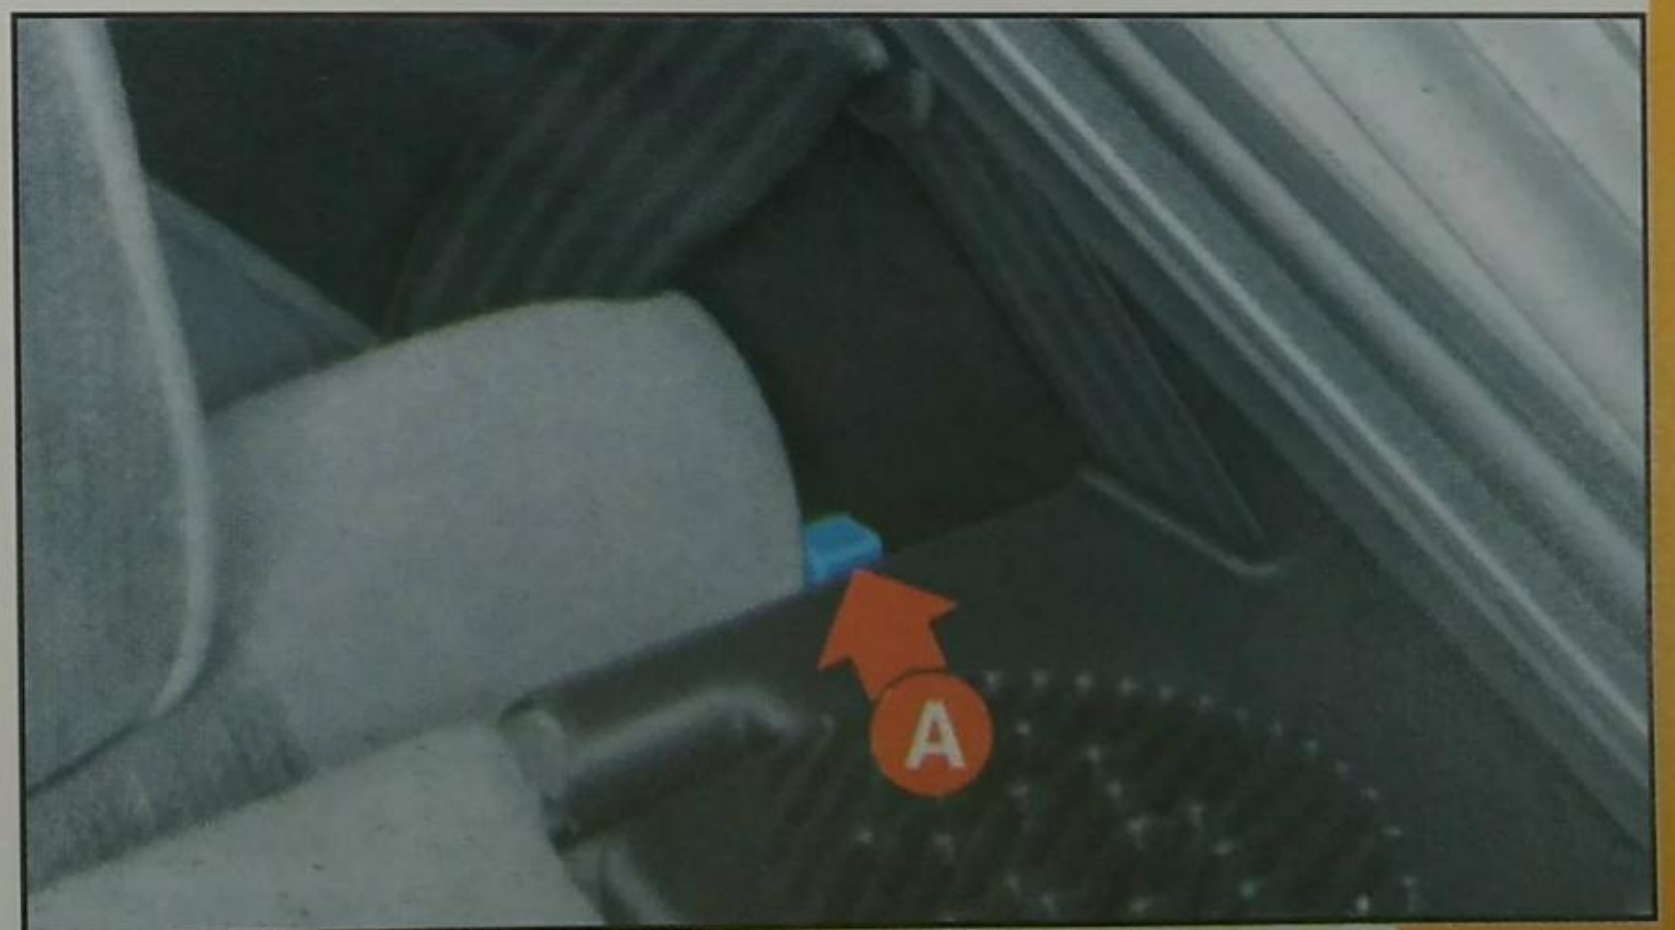

Fig. 67
- 3) Destrabar el respaldo, moviendo las palancas laterales **A-fig. 67** en el sentido de la flecha.